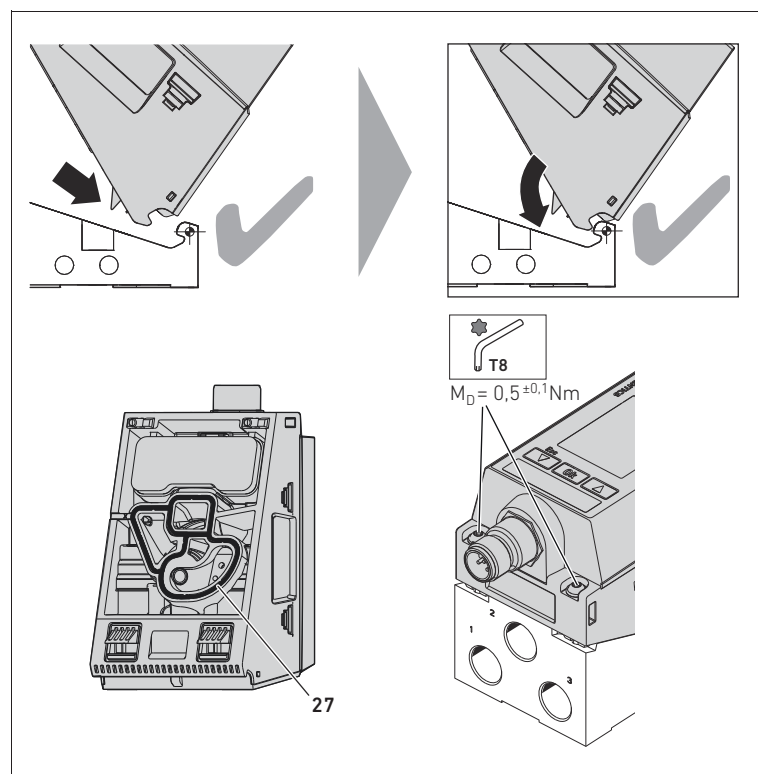

Abb. 9: EV03-Druckregelventil auf die Grundplatte montieren
1. Setzen Sie das EV03 schräg auf die Drehachse ↻ auf (siehe Abb. 9).
2. Klappen Sie das EV03 herunter, sodass es auf der EV03-Grundplatte aufsitzt. Achten sie dabei auf den korrekten Sitz der Dichtung (27) im Druckregelventil.